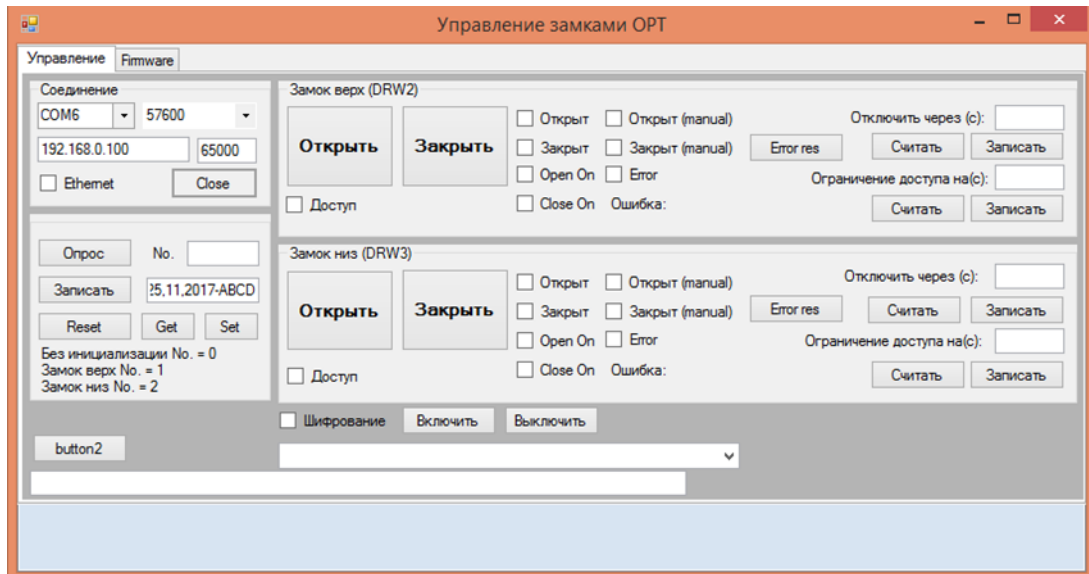

Рисунок 8
- 6) Выбираем COM порт и нажимаем «Connect». Рисунок 8.